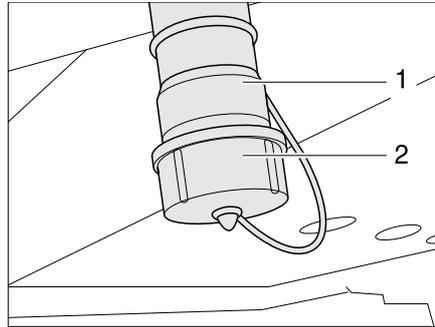

Bild 229 Wasser-Ablaufstutzen und Abwasser-Ablaufstutzen
- Abdeckkappe (Bild 229,2) am Wasser-Ablaufstutzen (Bild 229,1) durch eine viertel Umdrehung im Uhrzeigersinn entriegeln und abnehmen.
- Geeigneten Ablaufschlauch an den Wasser-Ablaufstutzen (Bild 229,1) montieren oder geeigneten Auffangbehälter unter den Wasser-Ablaufstutzen stellen.